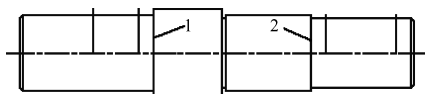

图 5-102 偏移、修剪处理
(7) 单击“默认”选项卡“修改”面板中的“偏移”按钮 ，将线段 1 分别向左偏移 12 和 49，将线段 2 分别向右偏移 12 和 69。单击“修改”工具栏中的“修剪”按钮 ，把刚偏移绘制的直线在中心线之下的部分修剪掉，结果如图 5-102 所示。